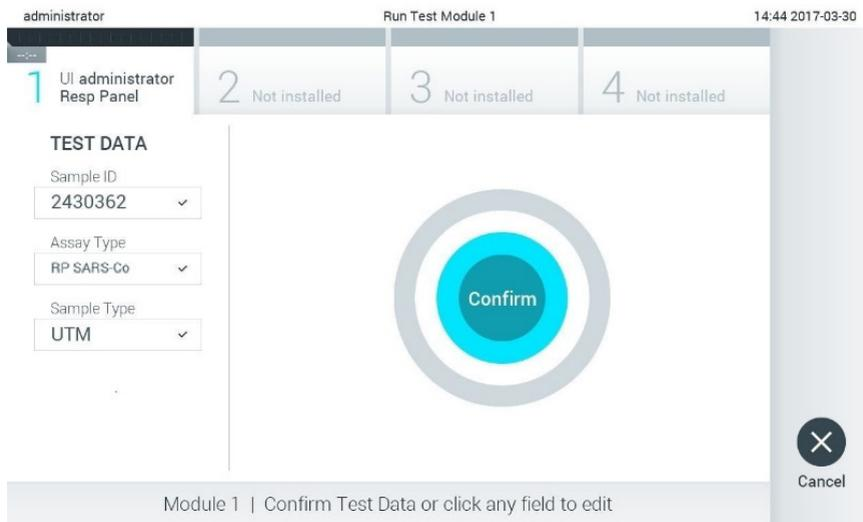

Figura 47. Confirmación de introducción de datos.
10. Pulse Confirm (Confirmar) cuando todos los datos que se muestren sean correctos. Si es necesario, seleccione el campo que corresponda para modificar su contenido o pulse Cancel (Cancelar) para cancelar la prueba (figura 47).